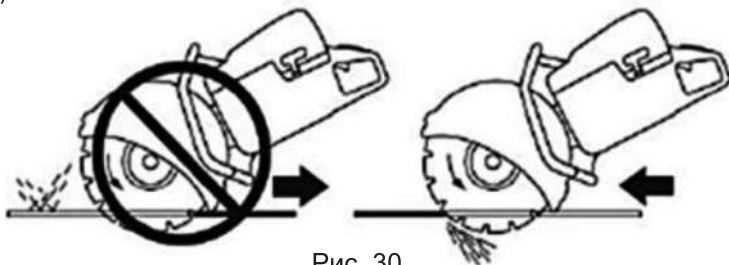

Рис. 30
7. Не давайте бензореzu останавливаться на одном месте, а постоянно перемещайте его в одном направлении или туда и обратно вдоль разметки (рис. 30). Резание в одной точке может вызвать накопление тепла, которое может повредить или оплавить диск. Слишком сильное нажатие при резании также вызывает перегрев диска.
12. Резка тонких и твердых материалов (например, крыш, покрытых листовым металлом) должна проводиться в направлении вперед для лучшей управляемости (рис. 30).